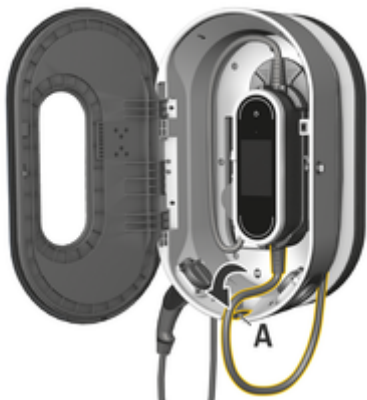

Рис. 117: Зацепление панели управления
3. Проведите автомобильный кабель через отверстие **A** (Рис. 117) и намотайте лишний кабель на зарядную док-станцию.